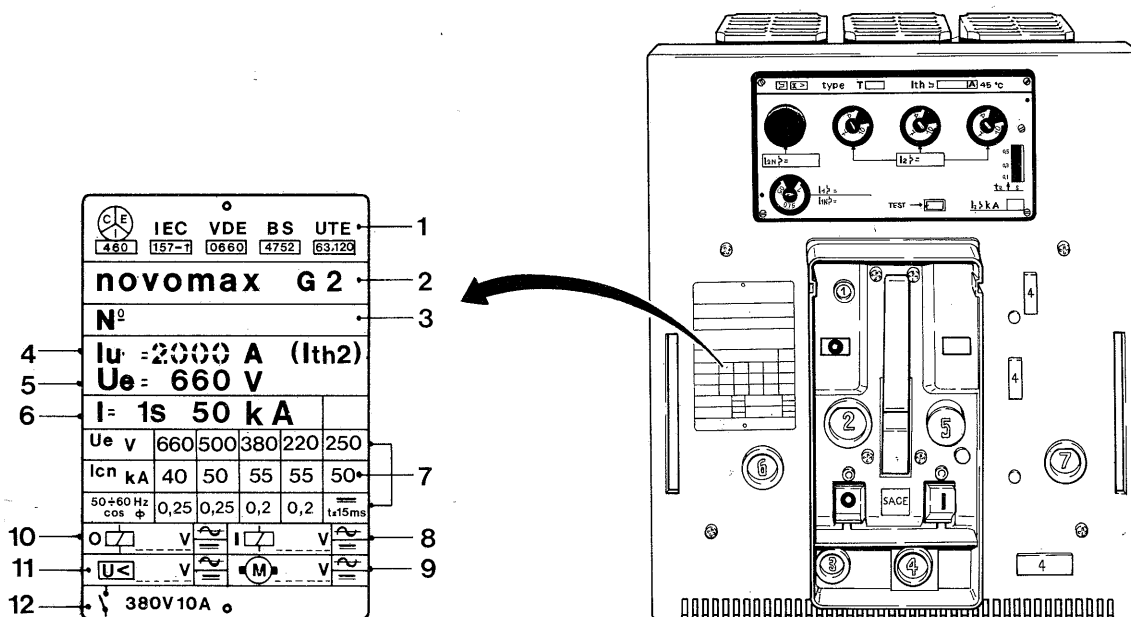

Fig. 1
Esaminare lo stato dell'interruttore all'arrivo a destinazione e la corrispondenza del materiale a quanto previsto in sede d'ordine. Se durante il disimballaggio — da eseguire con attenzione per non danneggiare il materiale — venisse riscontrato qualche danno o irregolarità, segnalarlo alla SACE entro e non oltre 5 gg. dal ricevimento del materiale. La segnalazione alla SACE deve riportare l'indicazione del numero dell'avviso di spedizione e l'indicazione del numero di matricola dell'interruttore da rilevare sulla targhetta caratteristiche interruttore - posizione (3) - Fig. 1.
The notice to SACE should include the shipping notice number and the circuit-breaker serial number printed on the nameplate - position (3) - Fig. 1.